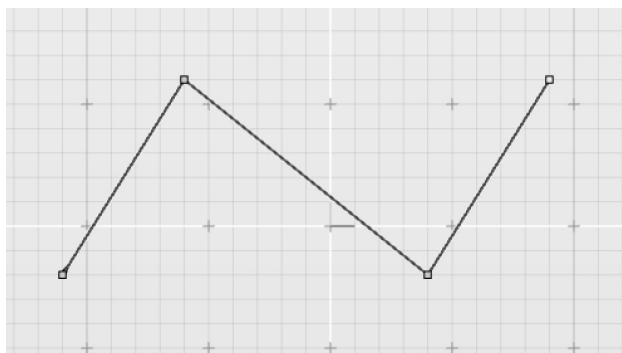

图 3-44 绘制开放式多边形
1) 新建一个 Evolve 文档, 绘制图 3-44 所示的开放式多边形。